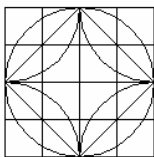

图 4-24
分析：在绘图前，我们看看整个图形的结构。这个图形有点像古时窗的平面。整个图形是由一个小的基本图形重叠而成。因此，在绘图时，只要先绘制这个基本图形，然后阵列即可，基本图形如图 4-24 所示。
(6)单击【修改】工具栏上的按钮，我们现在来镜像上面画的这段圆弧。圆弧作为镜像对象，镜像线的两点为 A 点和经过点 A 的垂直线上的任一点。效果如图 4-28 所示。然后再一次对这两条圆弧进行镜像。这样就得到了这个基本图形，如图 4-24 所示。